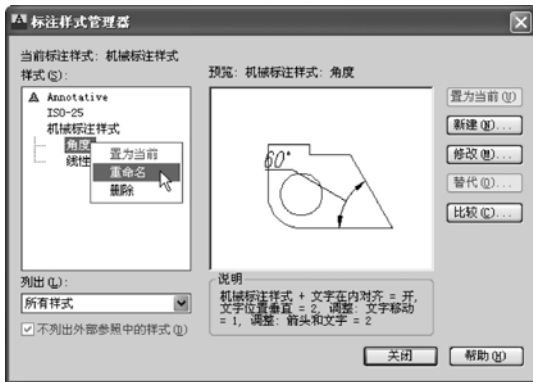
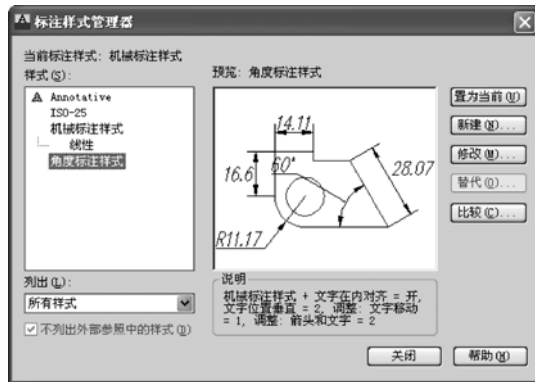

图 1-28 创建适用于“角度”的标注样式
图 1-29 创建角度标注样式
4. 单击“确定”按钮，返回“标注样式管理器”对话框，在“机械标注样式”中增加了适用于“角度”的标注样式。选中“机械标注样式”中的“角度”的标注样式，单击鼠标右键，在弹出的标注样式快捷菜单中选择“重新命名”选项，如图 1-28 所示。将“角度”标注样式重新命名为“角度标注样式”，回车后该样式成为一个独立的标注样式，如图 1-29 所示。